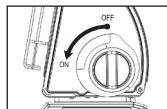

Fig. 2
2. Avant d'utiliser l'appareil, assurez-vous que le bouton de commande est en position "OFF", sinon la cartouche de gaz ne pourra pas être installée [Fig. 2].